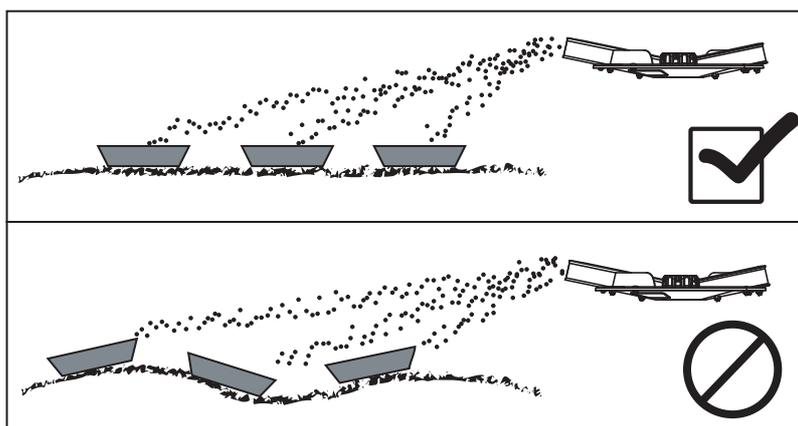

Figura 8.25: Disposizione delle vaschette di raccolta
- Posizionare orizzontalmente le singole vaschette di raccolta. Vaschette inclinate possono causare errori di misurazione (figura 8.25).